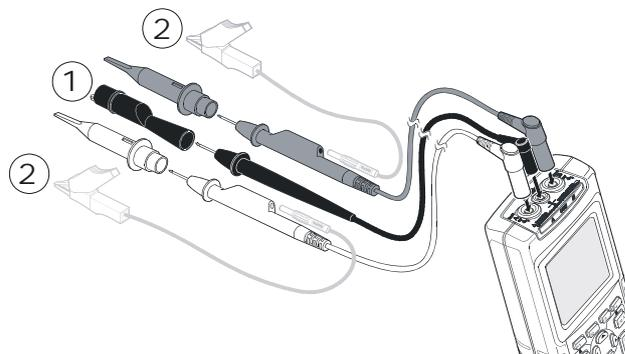

Figura 2-3. Impostazione di misura in volt
Vedere la Figura 2-3. Per una messa a terra corretta, collegare i cavi di massa corti ② allo stesso potenziale di massa. Per la messa a terra è possibile utilizzare anche un puntale ①. Vedere anche Utilizzo di una messa a terra appropriata al Capitolo 9.